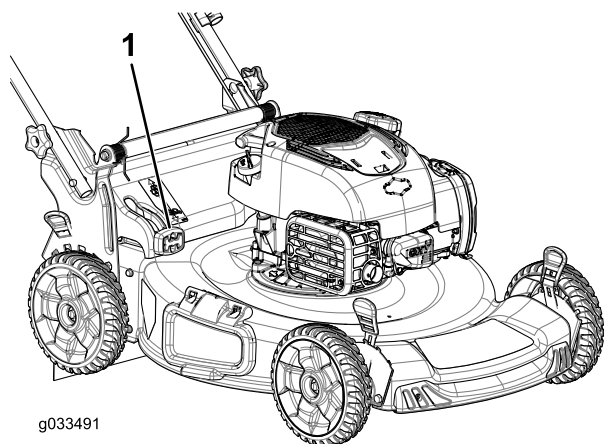

Figure 26
- Pour ramasser les déchets d'herbe et de feuilles, appuyez sur le bouton du levier de ramassage sur demande et déplacez le levier complètement en avant jusqu'à ce que le bouton ressorte (Figure 26).